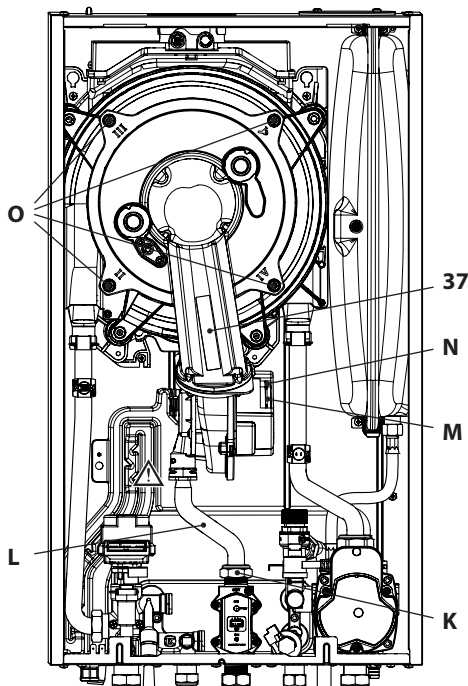

Figura 9.12
Rimozione del gruppo bruciatore ventilatore 37 in Figura 9.12.
- Scollegare il connettore **M** tirandolo verso il basso (Figura 9.12).
- Scollegare il connettore del ventilatore **N** tirandolo verso il basso (Figura 9.12).
- Svitare i dadi **O** e rimuovere il gruppo bruciatore ventilatore 37 (Figura 9.12)